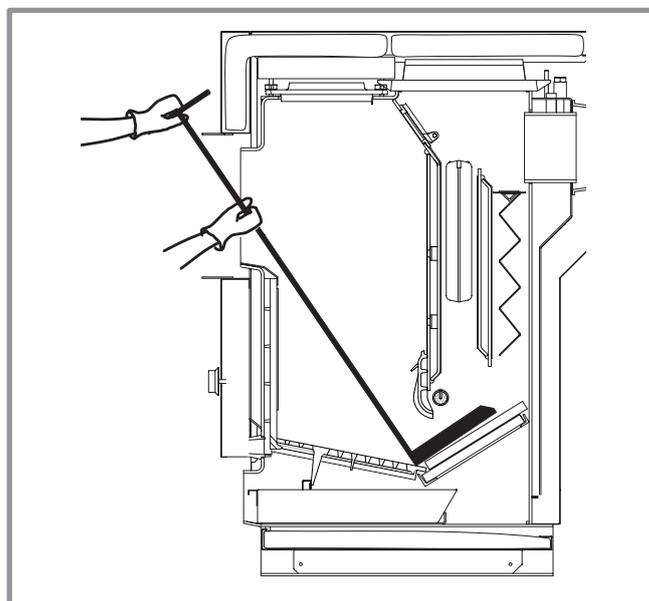

figure 19 - Décrassage de la brique réfractaire
- Enlever les dépôts de cendres sur les briques réfractaires et la grille, à l'aide de l'outil spécial (figure 19). Procéder à cette opération lorsque la charge de combustible est épuisée.